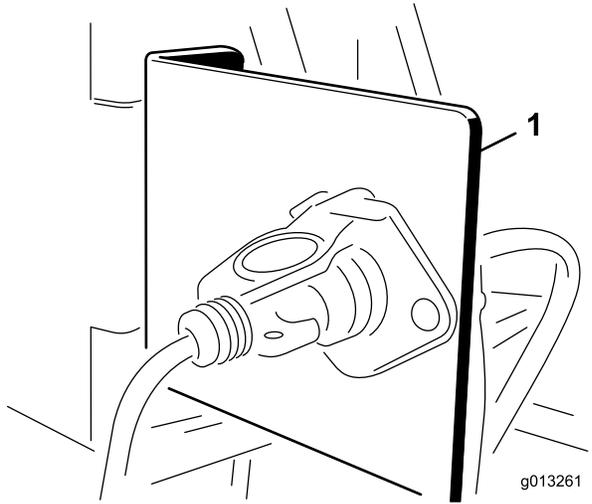

Bild 11
1. Befestigen Sie die Steckdosen-Halterung mit einer der Befestigungshalterungen an einer festen Stelle am Heck der Zugmaschine (Bild 11).